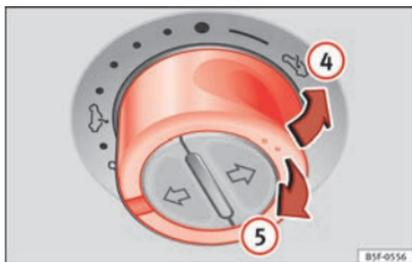

Fig. 12
• Levantar: pulse el conmutador hacia la posición »» fig. 12 (4). Para una posición intermedia, mantenga el conmutador accionado hasta alcanzar la posición deseada.
• Bajar: tire el conmutador hacia la posición »» fig. 12 (5). Para una posición intermedia, mantenga el conmutador accionado hasta alcanzar la posición deseada.